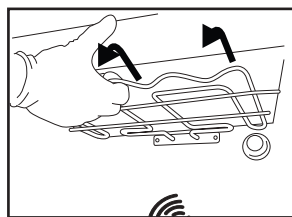
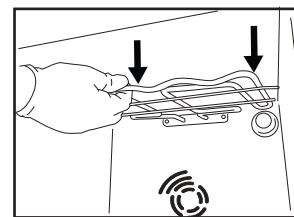

Рис. 1
Рис. 2
2. Трохи висуньте нагрівальний елемент (рис. 1) й опустіть його (рис. 2).